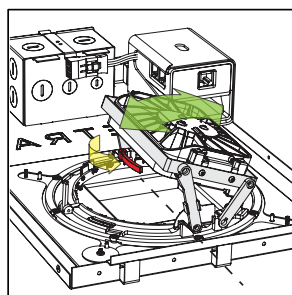

fig. 14
- Desbloquee el chasis del emisor: acceda la caja del D2 y desbloquee las palancas de bloqueo de inclinación y rotación (ambas de color rojo) (consulte la fig. 14).